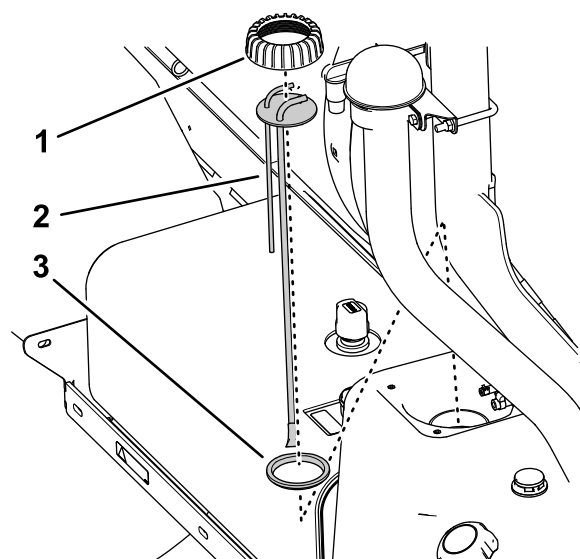

Figure 82
5. Retirez le bouchon de l'ensemble tuyau vertical/transmetteur de carburant en le tournant dans le sens antihoraire (Figure 82).
6. Soulevez et déposez l'ensemble tuyau vertical/transmetteur de carburant du réservoir de carburant (Figure 82).
1. Placez le bouchon sur le tuyau vertical et le tuyau vertical sur le joint (Figure 82).
2. Alignez le bouchon, le tuyau vertical et le joint au-dessus du réservoir, et insérez l'ensemble avec précaution dans le réservoir de carburant (Figure 82).
3. Vissez le bouchon sur le goulot du réservoir de carburant et serrez-le à la main (Figure 82).